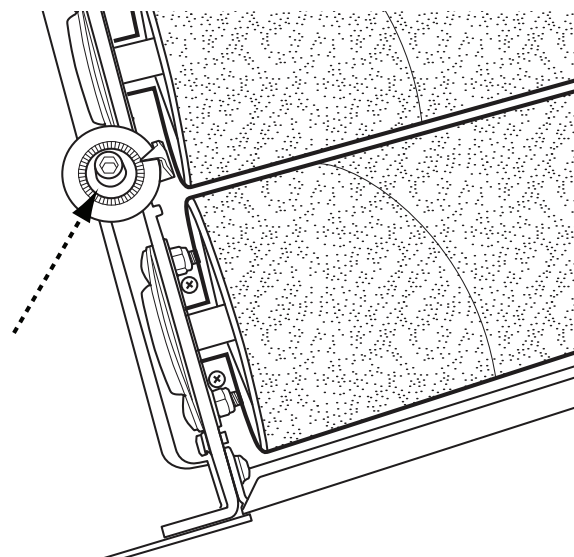

FIG. 13
2. Repérez la vis d'ajustement de la hauteur du tambour, tel qu'indiqué à la Fig. 13.